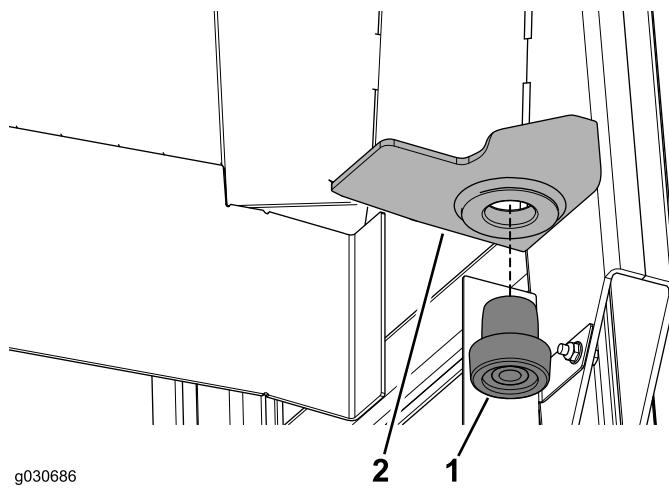

Figura 10
2. Pressione o isolador de borracha no orifício da montagem traseira direita na estrutura da cabina (Figura 10).